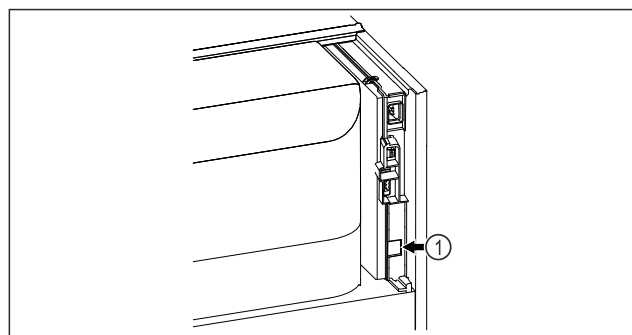

Fig. 48
- Le SmartModule Fig. 48 (1) est installé.